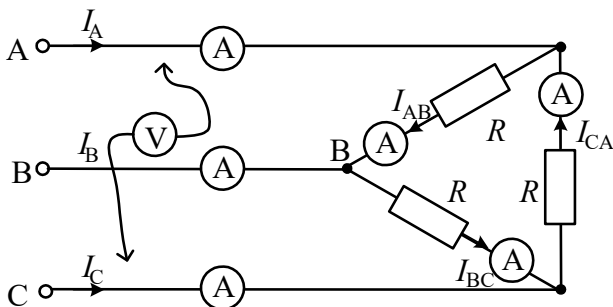

Рисунок 9 – Схема исследования цепи в аварийных режимах
3.1. Соберите цепь согласно схеме (рис. 9) с сопротивлениями фаз $R_{AB}=R_{BC}=R_{CA}=1$ кОм и измерьте линейные и фазные токи в симметричном режиме.